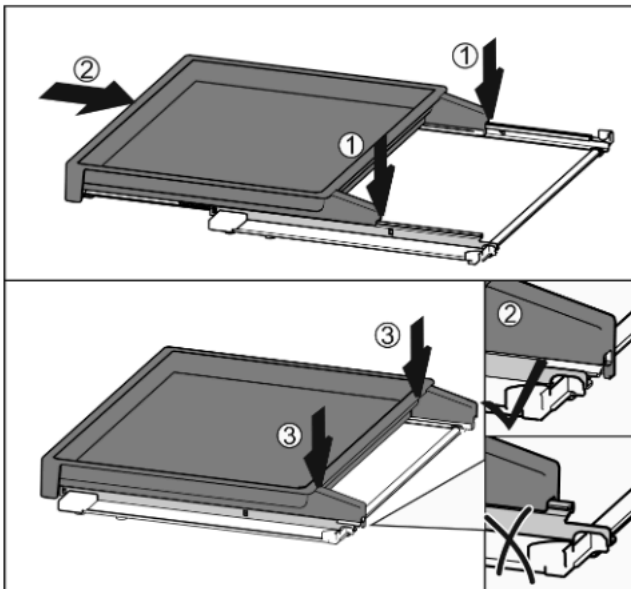

Fig. 41
- ▶ Appoggiare centralmente sulle guide Fig. 41 (1).
- ▶ Spingere completamente il ripiano estraibile Fig. 41 (2).
- ▶ Premere sul lato posteriore fino ad avvertire l'innesco Fig. 41 (3).